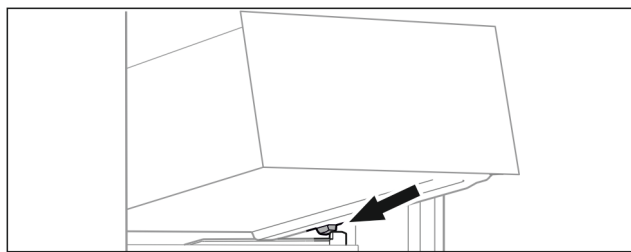

Fig. 68
- ▶ Założyć szufladę pod skosem za stoperami na żebrze pojemnika. (patrz Fig. 68)